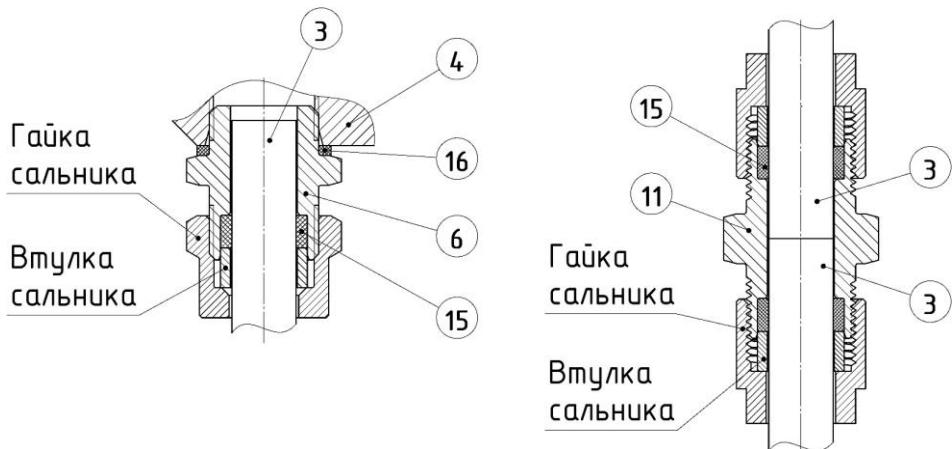

Рисунок 7.2.3 – Устройство скользящей втулки и соединительной муфты
Уплотнительный узел трубы представляет собой втулку ⑥ с установленными в ней сальниками ⑮, которые образуют со смотровой трубкой ③ герметичную скользящую посадку. Уплотнение обеспечивается обжатием сальника вокруг трубы закручиванием гайки сальника (см. рисунок 7.2.3)
6) Затяните гайки сальника (см. рисунок 7.2.3) с моментом затяжки, не превышающим величины, указанной в таблице 2.1.